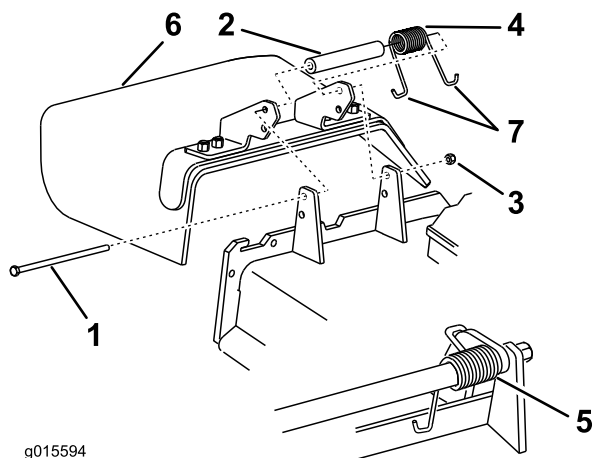

Figura 106
1. Retire la contratuerca, el perno, el muelle y el espaciador que sujetan el deflector a los soportes de pivote (Figura 106). Retire el deflector de hierba dañado o desgastado.
Nota: Asegúrese de colocar un extremo en J del muelle detrás del reborde de la carcasa antes de instalar el perno, según se muestra en Figura 106.
3. Instale el perno y la tuerca. Coloque un extremo en J del muelle alrededor del deflector de hierba (Figura 106).